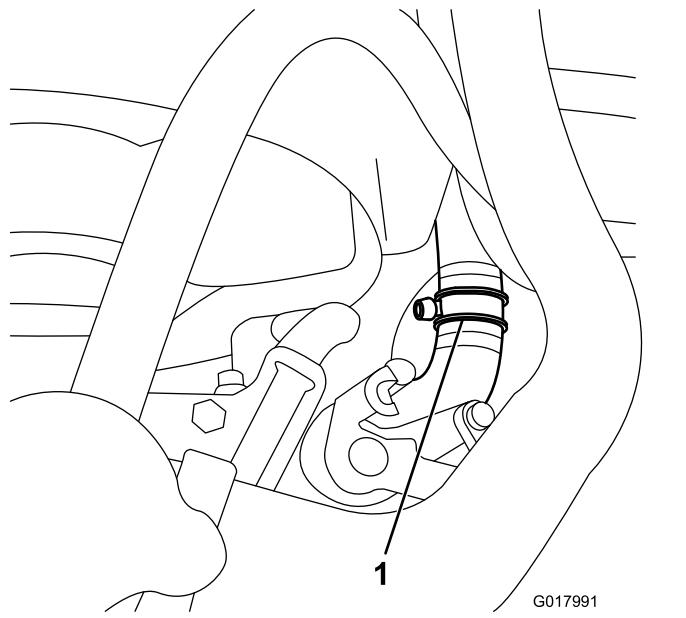

図 33
- 下ラジエターホースがラジエターに入っているところから 54 mm のところでホースを切断する図 33。
- 切断した部分に字フィッティングを入れ、幅広のホースクランプ 2 個で固定する図 33。